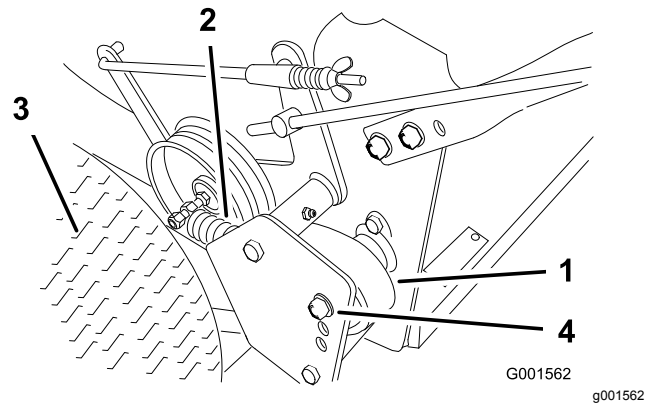

Figure 37
3. Enlevez la goupille fendue qui fixe la tige de frein au bras de frein pour relâcher la poulie de tension de la courroie (Figure 37).
4. Enlevez le boulon inférieur et desserrez le boulon supérieur du déflecteur pour le faire pivoter et accéder à la courroie (Figure 37).
5. Soulevez la courroie et faites-la passer au-delà de la poulie de tension pour l'enlever de la poulie de d'entraînement (Figure 37).
8. Fixez le déflecteur avec les boulons retirés précédemment, serrés au couple correct (Figure 37).
9. Fixez la tige de frein au bras de frein avec la goupille fendue (Figure 37).